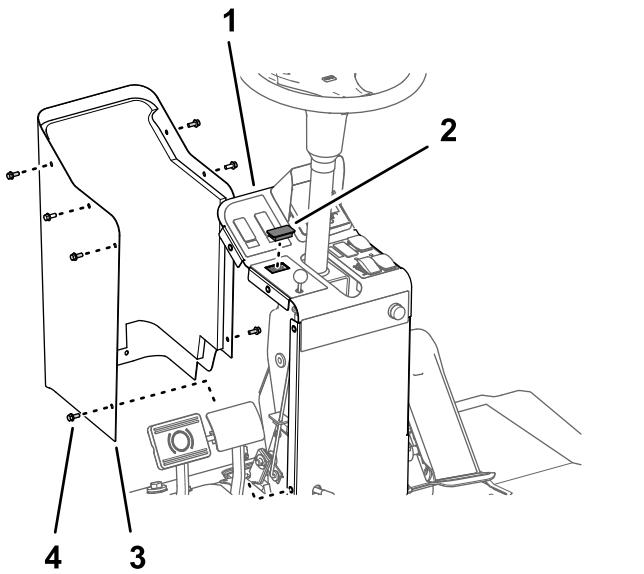

Figura 8
1. Retire los 6 tornillos con arandela prensada ( $\frac{1}{4}$ " x  $\frac{5}{8}$ ") que sujetan la tapa a la columna de dirección, y retire la tapa (Figura 8).
2. Desde debajo del panel de la columna de dirección, retire el tapón del interruptor de dirección de la columna de dirección, como se muestra en Figura 8.